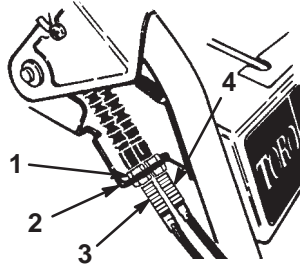

Bild 28
1. Lösen Sie die obere Schlossschraube, mit der das Antriebskabel am Haltebügel befestigt ist (Bild 28).
2. Drehen Sie die untere Klemmmutter nach oben, um die Spannung des Antriebsriemens zu erhöhen (Bild 28).
- A. Lösen Sie die obere Klemmmutter, mit der das Kabel von Schnecke/Gebläserad am Haltebügel befestigt ist (Bild 28).
9. Am Steuerungskabel für den Riemen, den Sie austauschen möchten, lösen Sie die Klemmmuttern, mit denen das Kabel am Bügel befestigt ist (Bild 28).